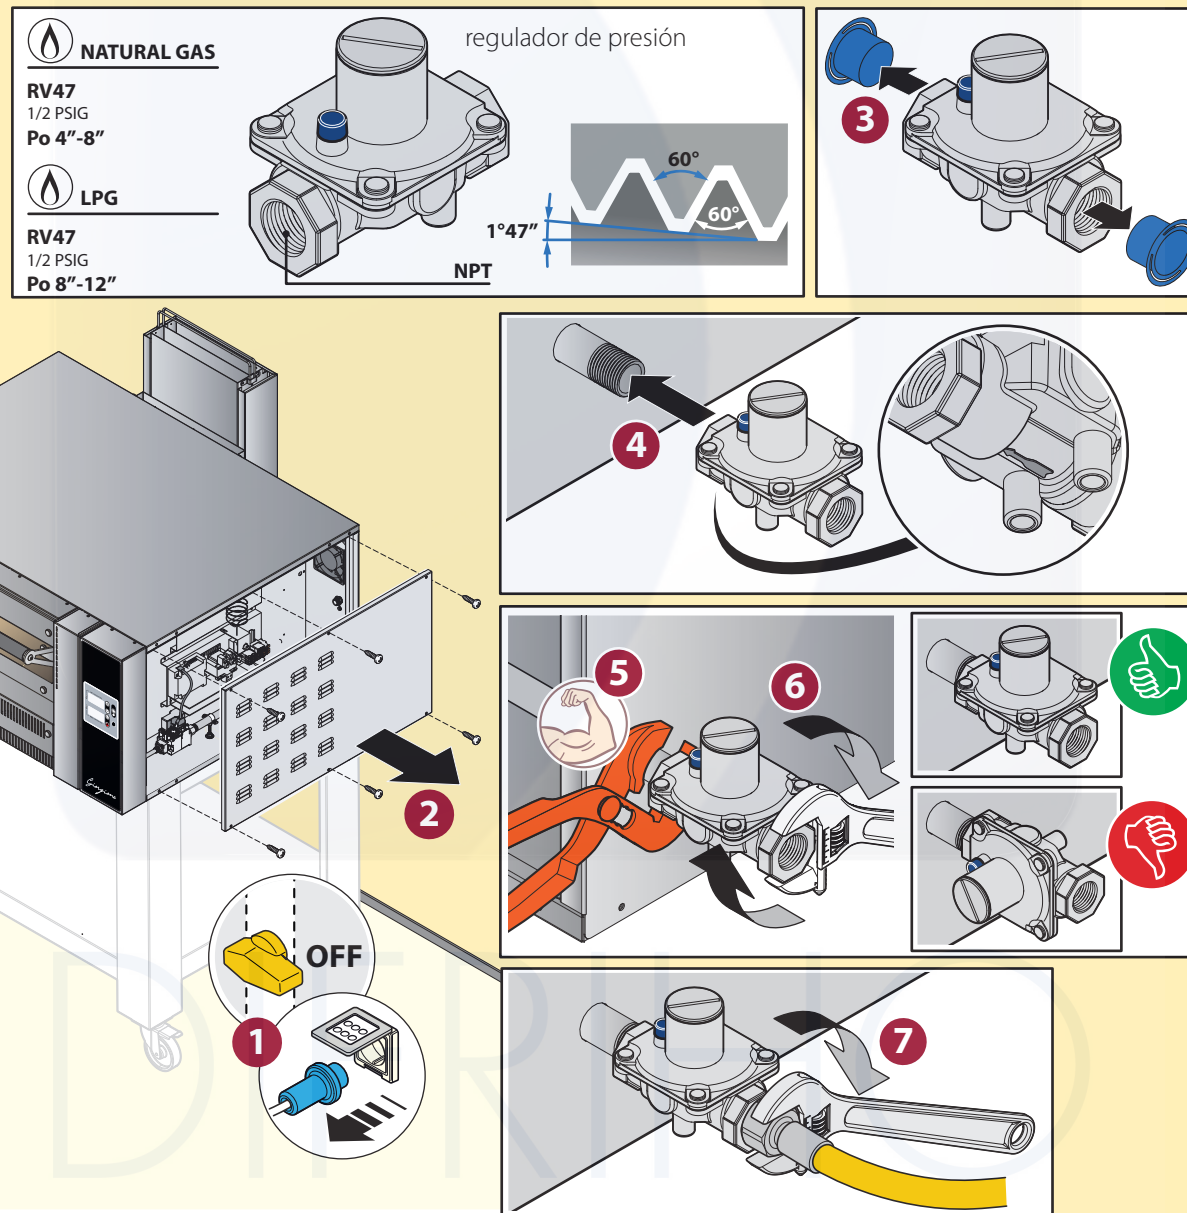

Fig. 24
- ► **Fig. 24** (versiones UL/CSA) un **tubo NGO** - rosca nacional americana cilíndrica para descargas de gas o un **tubo NGS** - rosca nacional americana cilíndrica para gas. Entre el horno y el equipo siempre debe colocarse un **regulador de presión** (no suministrado, asegúrese de que cumpla con las regulaciones vigentes en el país de uso). Al final de la instalación, el regulador de presión debe ajustarse de acuerdo con las indicaciones dadas en ► **Fig. 26**